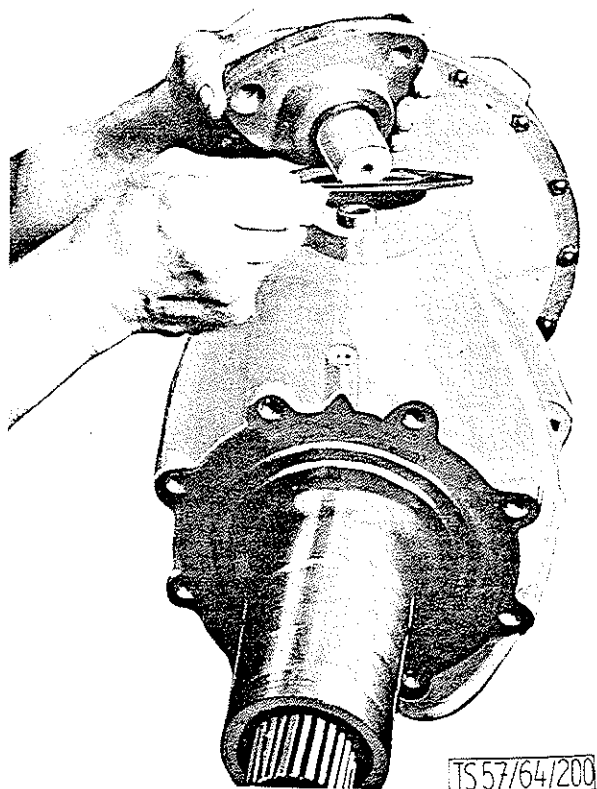
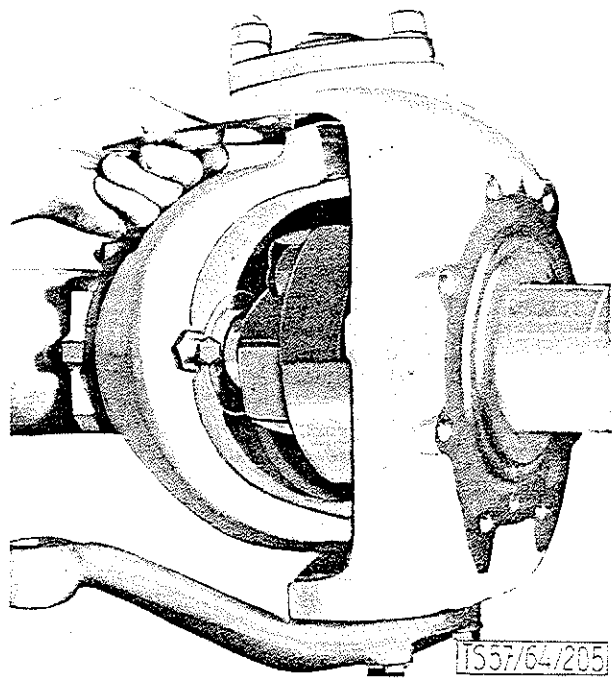

BILD 21: Deckel zum Achsschenkelbolzen montieren.
Bild 22: Ermittlung der Einstellscheibenstärke
8. Lenkhebel bzw. Deckel mit Achsschenkelbolzen montieren. Mann verwende dabei die gleichen Einstellbleche (18/1) die bei der Demontage vorhanden waren (Bild 21). Bei Ersatz von Teilen muß die Stärke der Einstellbleche neu ermittelt werden. Dazu schraubt man provisorisch den Lenkhebel fest und hebt den Achsschenkel. Nun gleicht man das Spiel zwischen Lenkhebel und Achsschenkel mit Einstellblechen aus, die man seitlich einschiebt (Bild 22). Man trachtet dabei durch Verwendung von dicken Einstellblechen, deren Anzahl so klein wie möglich zu halten. Nun kann der Lenkhebel abgeschraubt und mit den ermittelten Einstellblechen endgültig montiert werden. Die Nyloc-Muttern werden mit einem Moment von 11, 5 mkg angezogen, bei kadmierten Muttern, gal.verzinkte Muttern sind mit 14, 5 mkg anzuziehen. Nach dem Festziehen überprüfe man, ob der Achsschenkel sich leicht bewegen läßt und das Axialspiel unter 0,1 mm liegt. Gegebenenfalls durch Korrigieren des Einstellblech-Satzes diesen Zustand einstellen.